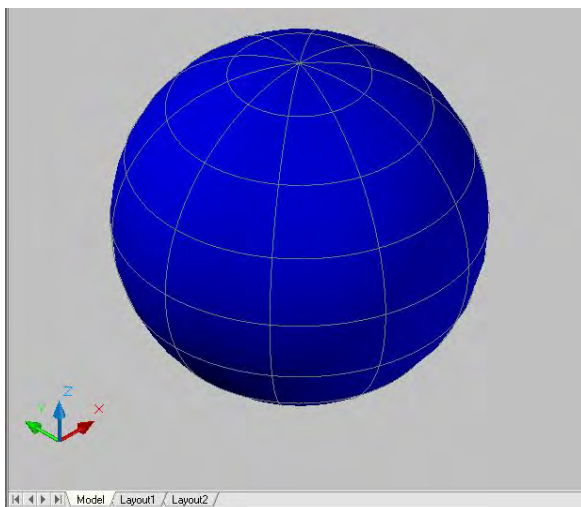

Рис. 2.8. Формирование шара
**ШАР.** Команда SPHERE формирует твердотельный шар (сферу) (рис. 2.8). Для этого достаточно задать его радиус или диаметр. Каркасное представление шара располагается таким образом, что его центральная ось совпадает с осью Z текущей системы координат.